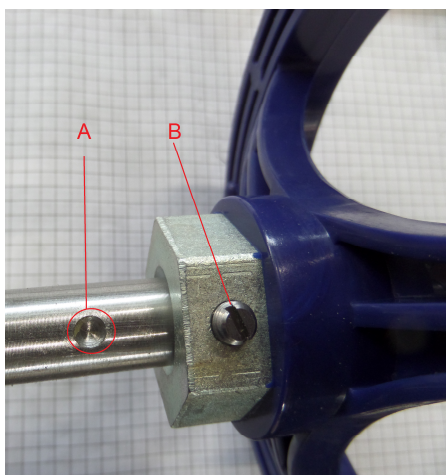

Рис. 7 Установка штурвала.
- распаковать штурвал. На вале механизма управления положением варочного сосуда совместить метку А с винтом В на штурвале (см. рис. 7). Используя отвертку с плоским шлицем установить винт «В» до упора;